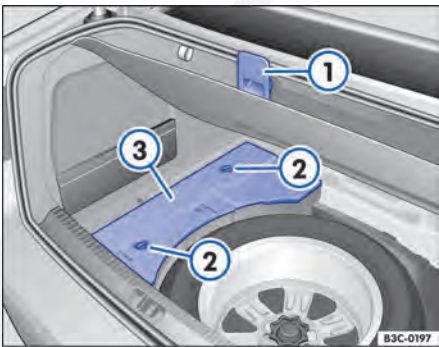

Fig. 229 No compartimento de bagagem, sob o revestimento do assoalho preso ①: roda sobressalente e cobertura ③ das ferramentas de bordo.
Em uma peça de espuma sob o revestimento do assoalho:	– Prender o revestimento do assoalho na borda superior do compartimento de bagagem ⇒ Fig. 229 ①. – Girar o fecho rápido ② em 90° para retirar a cobertura ③ das ferramentas de bordo.